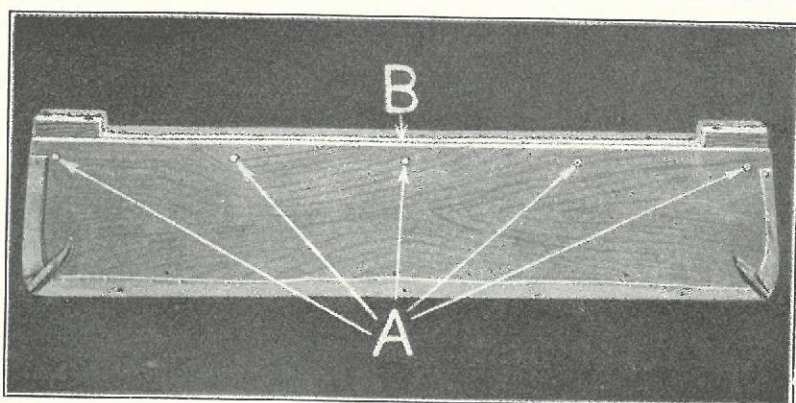

Fig. 572
- 1269** Anbring Afstandsbrættet paa en plan Flade med Bundsiden opad og skru de 5 Træskruer ud (Fig. 572-A), som holder det til Rammen, og aftag Listen »B«.
- 1274** Befæst Listen til Afstandsstykket ved at skrue de 5 Træskruer (Fig. 572-A) i.